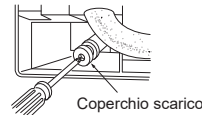

Fig. 3
- 4) Porre il coperchio dello scarico sulla sezione su cui il tubo di scarico deve essere applicato sul retro dell'unità interna. (Fig. 3)